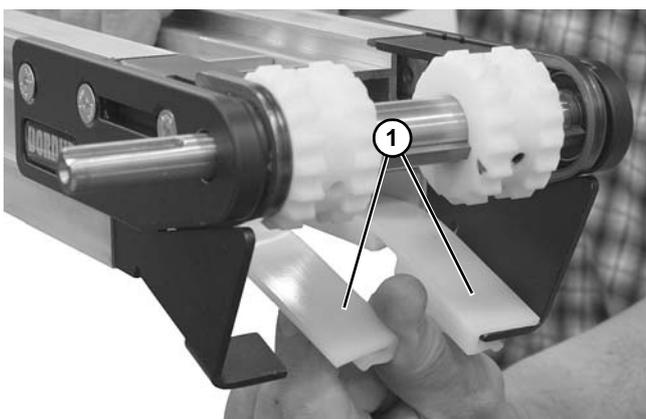

Figure 66
3. Retirer les bandes d'usure inférieures (**Figure 66, élément 1**).